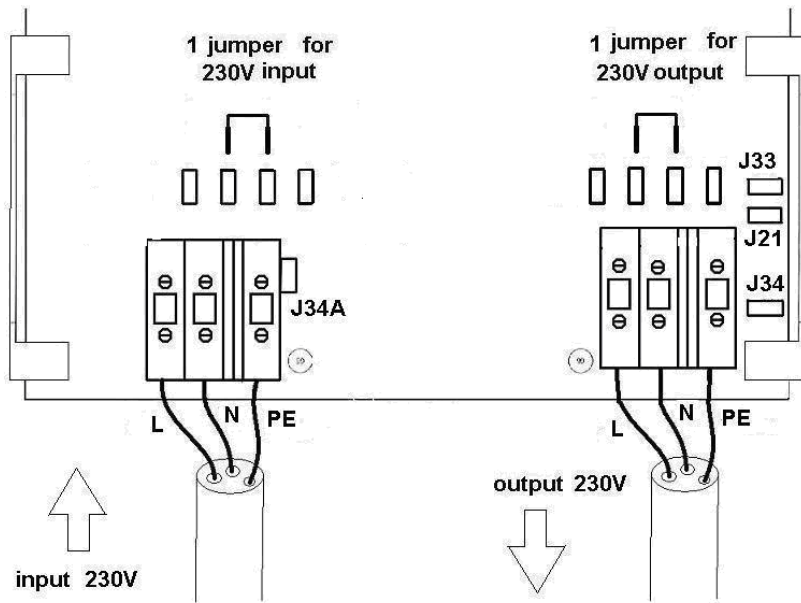

Abb. 2: Brückenschaltung bei 230/240V Eingang/Ausgang
2.2.2 Für den 230/240V Eingang und/oder Ausgang setzen Sie Brücken entsprechend Abb. 2.